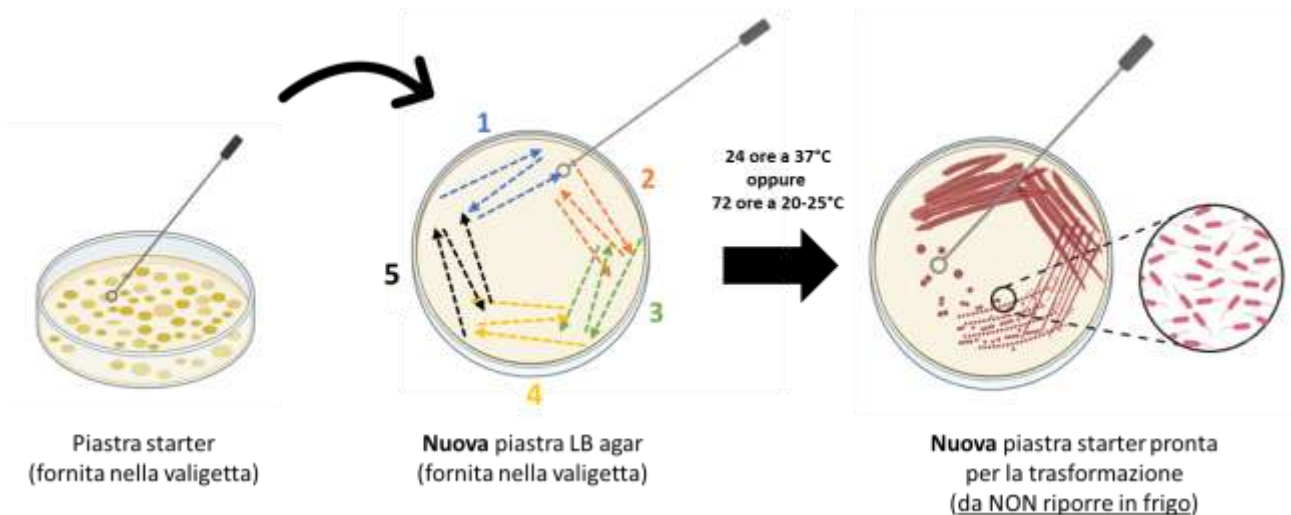

Figura 4. Una singola colonia batterica viene prelevata con un'ansa sterile e distribuita in cinque settori di una nuova piastra per ottenere colonie isolate.
2. Utilizzando un'ansa sterile da inculo, selezionare una singola colonia batterica dalla piastra Starter e strisciarla sulla piastra contenente terreno LB agar, suddividendo idealmente la superficie della piastra in cinque settori (come indicato nella *Figura 4*). Eseguire lo striscio in modo sequenziale da un settore al successivo, riducendo progressivamente la quantità di batteri trasferiti, così da favorire la formazione di colonie isolate.